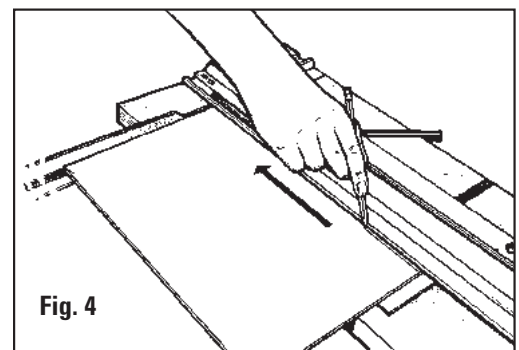

Fig. 4
5. Utilizando un lápiz, dibuje una línea de longitud completa del dorso de la lámina perimétrica. Repita esto para los tres lados restantes. **Fig. 4**
5. Con una matita, tracciare una linea lungo l'intera lunghezza della parte posteriore del cartoncino. Ripetere la procedura per i tre lati rimanenti. **Fig. 4**